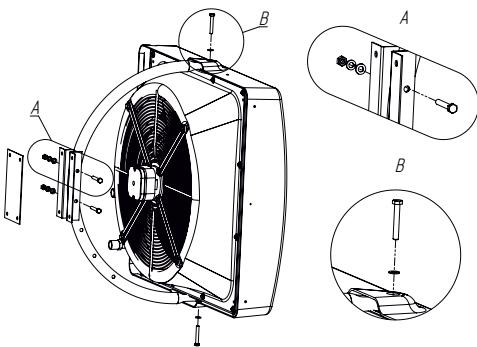

Рис. 10
7.11 Монтаж с кронштейном. В комплект с кронштейном входят: болт M8*55 (2 шт.), болт M8*30 (2 шт.), шайба (4 шт.), гровер (2 шт.). Для сборки кронштейна необходимо вставить и затянуть два болта M8*55, две шайбы, два гровера в отверстия кронштейна как показано на виде А. Затем вставить болт M8*30 и шайбу через отверстие в корпусе и кронштейне (вид В) и затянуть. Повторите данную операцию для крепления кронштейна снизу (рисунок 10).